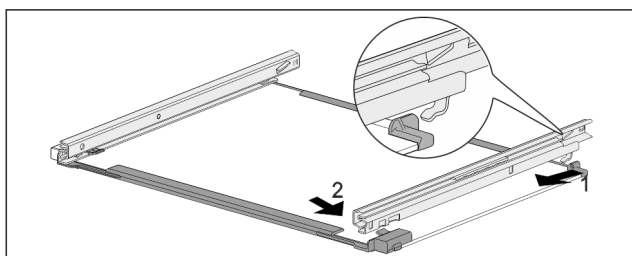

Fig. 158 Płyta szklana z szynami
- ▶ Zaczepić szynę z tyłu. Fig. 158 (1)
- ▶ Zazębnić szynę z przodu. Fig. 158 (2)